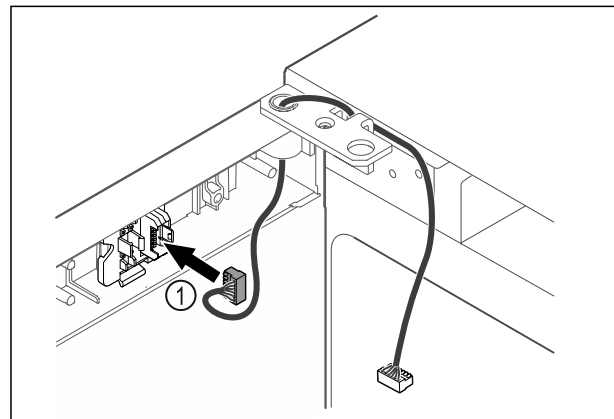

Fig. 45
- ▶ Inserire il connettore Fig. 45 (1) nel supporto connettori.